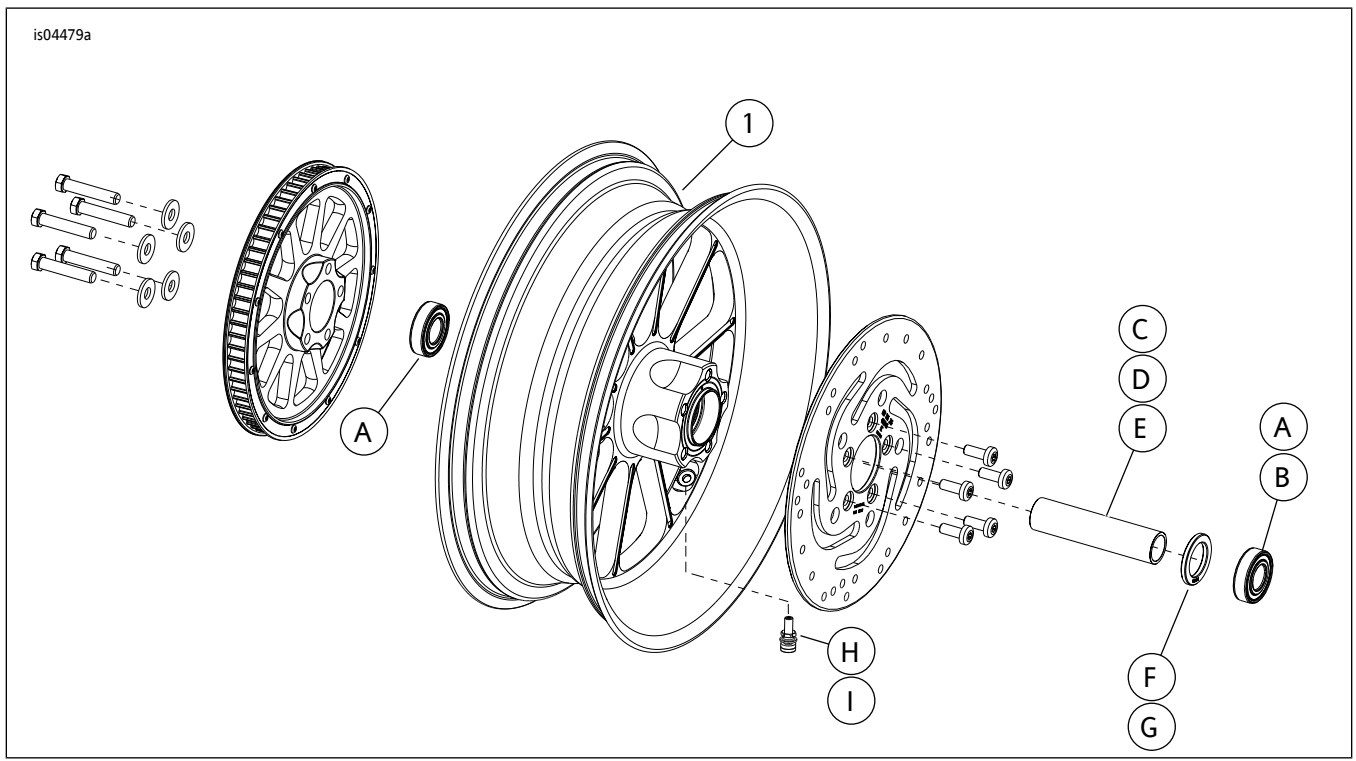

图1。维修零件：Revolver后轮( 图示为17英寸 )
参见图1和表2。
2. 参见图1。在车轮上安装阀杆组件( H或I )。参阅维修手册中的“轮胎”部分。